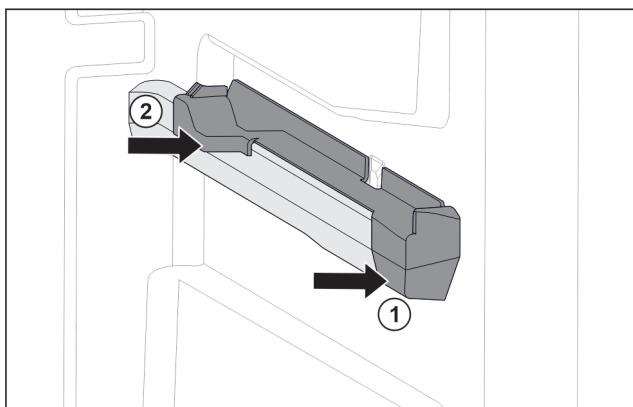

Fig. 53 Наставка върху дясното ребро на съда
- Fig. 53 (1)
- ▶ Притиснете наставката отзад. Fig. 53 (2)